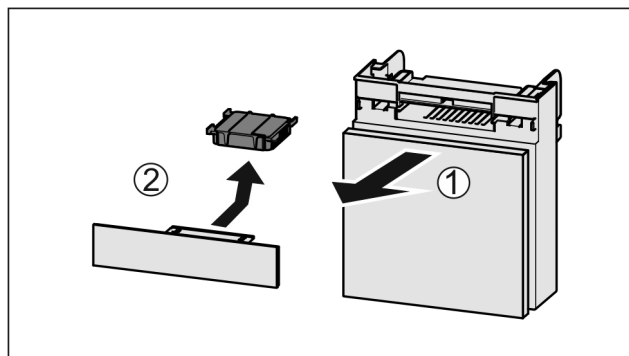

Fig. 119
- ▶ Vytiahnite zásuvku smerom dopredu Fig. 119 (1).
- ▶ Vyberte aktívny uhlíkový filter Fig. 119 (2).